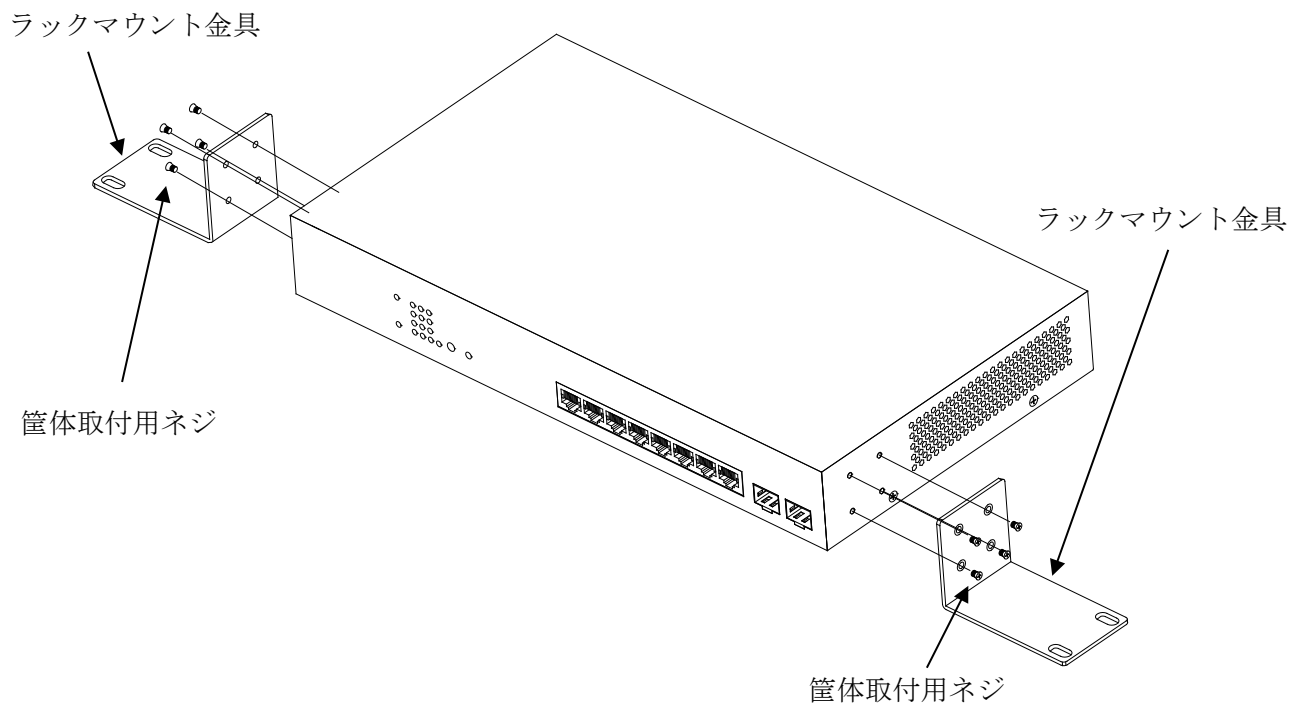
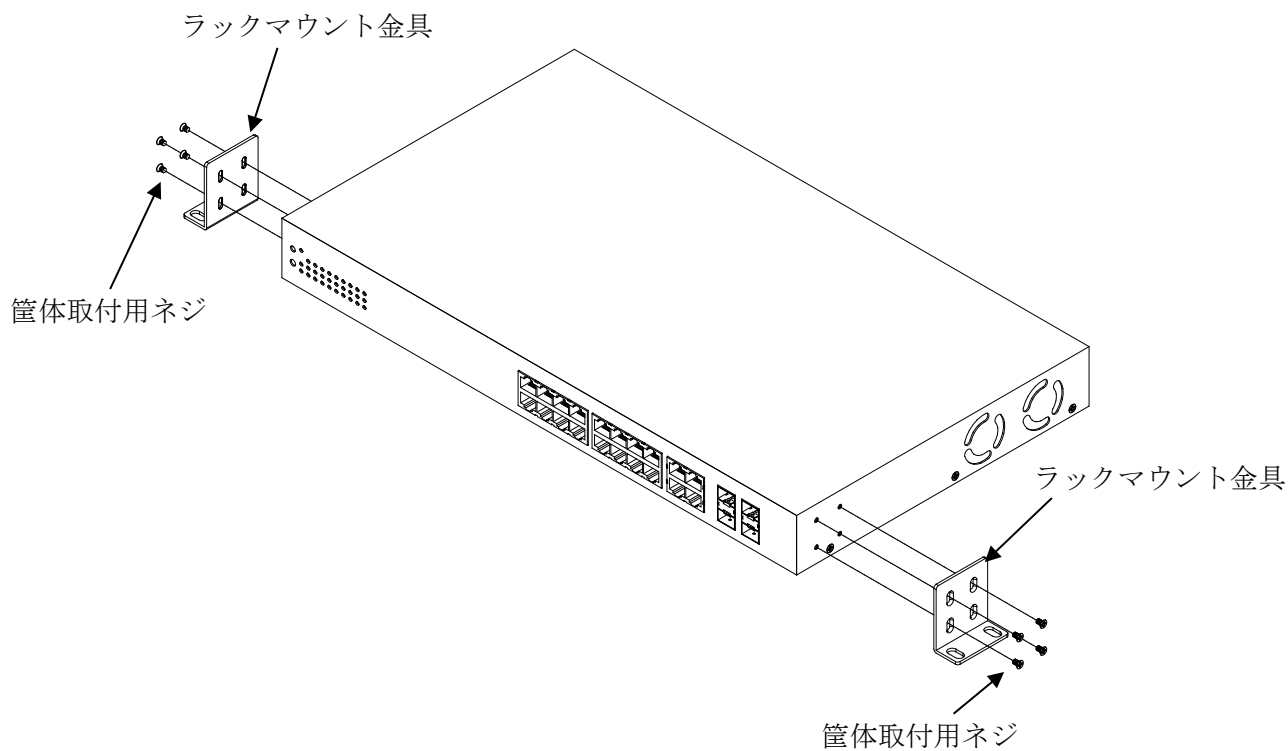

図 3-10 APLGS110GTP0E ラックマウント金具の取り付け方法
図 3-11 APLGS120GTP0E、APLGS128GTP0E ラックマウント金具の取り付け方法
- (1) 筐体取付用ネジを用いて、ラックマウント金具を本体に取り付けます。金具の向きは図 3-10、図 3-11 を参照ください。